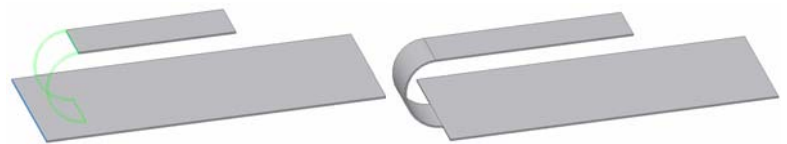

Bild 39: Doppelbiegung mit Option „Ganzer Radius“
3. Nach Auswahl zweier Kanten und Vorgabe eines Radius (Option „Ganzer Radius“). Die eingefügte Fläche ist eine halbe Zylinderfläche (Bild 39)